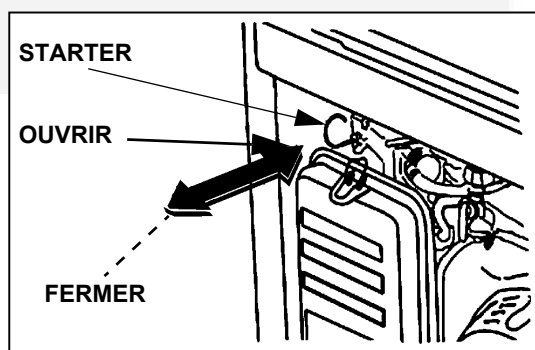

FIGURE 6. TIGE DE STARTER
2. Tirer la tige de starter vers l'extérieur pour fermer ce dernier si le moteur est froid (Figure 6).